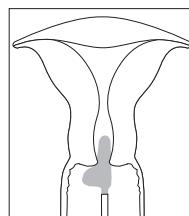

Fig. 1
3. Den befolkten Tupfer beim Griff nehmen, dann nur die Spitze des Tupfers (den langen, L-förmigen Teil) ohne den breiteren Teil (den breiten, L-förmigen Teil) in den Zervixkanal einführen (siehe Fig. 1).